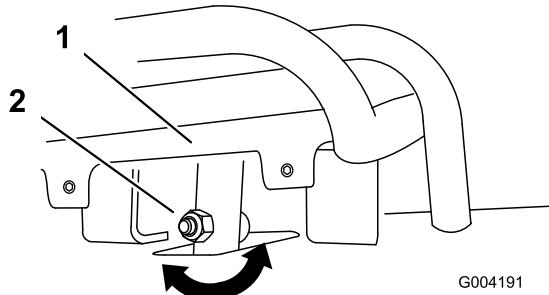
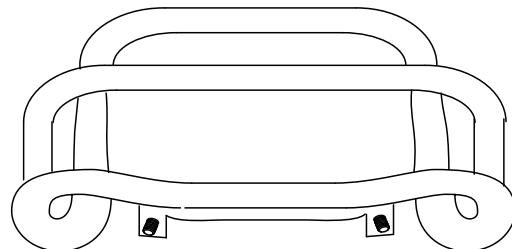

Bild 53
Bild 54
4. Wenn die Vorderseite des Fahrantriebs nicht bündig und gleichmäßig am Anschlagbügel bleibt, lösen Sie die Mutter im Schaft des Fahrantriebs (Bild 53).
5. Stellen Sie den Fahrantrieb so ein, dass er bündig am Anschlagbügel bleibt, wenn er gerade nach hinten gezogen wird (Bild 53 und Bild 54).
- C. Lösen Sie die Bundmutter und die Schraube im Fahrantriebsschaft (Bild 53).
- I. Stellen Sie den Fahrantrieb so ein, dass er bündig am Anschlagbügel bleibt, wenn er gerade nach hinten gezogen wird (Bild 53 und Bild 54).